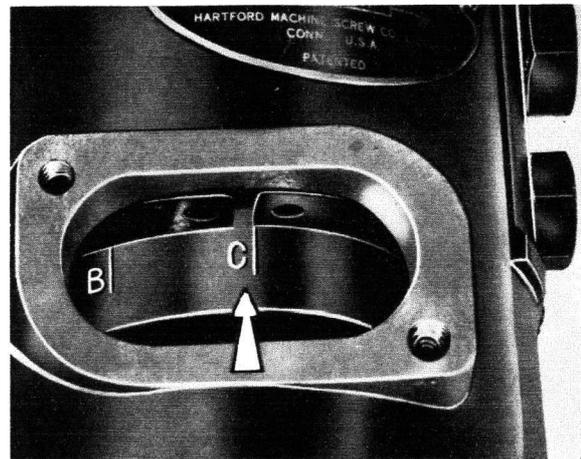

Fig. 5
- 4° Tourner l'arbre de la pompe à la main (sens indiqué par une flèche sur la plaque de pompe). Lorsque le combustible sous pression pénètre dans l'ensemble haute pression, les pistons s'écartent entraînant les galets. Les cames arrêtent alors la rotation de l'ensemble tournant, définissant ainsi avec précision le point d'injection. Vérifier si le repère « C » du rotor et l'extrémité du circlip coïncident (fig. 5). Les réaligner si nécessaire à l'aide d'une pince à circlip.
- 9° Enlever le pignon d'entraînement de la pompe et tourner le moyeu dans le sens de rotation du moteur, jusqu'à ce que le repère « C » tombe en face de l'extrémité du circlip, comme l'indique la figure 5.